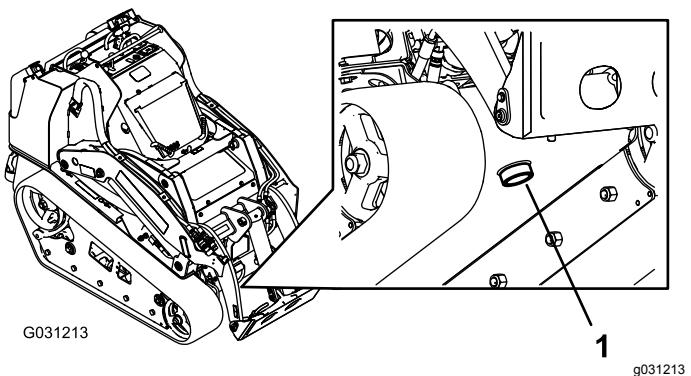

図 68
7. 機体前部の下に、オイルを受ける大きな容器57リットル以上を置く図 68。
8. ドレンプラグを抜き取り、排出されるオイルを容器に回収する図 68。